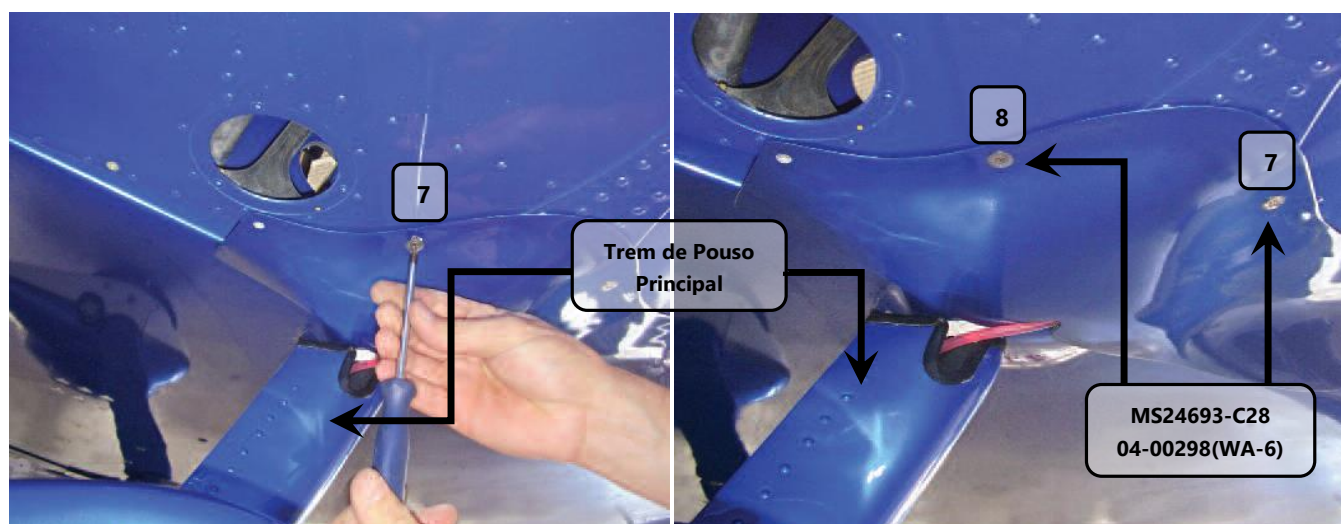

Figura 53.50.6 – Fixação inferior da saia superior da asa.
4. Instalar os parafusos MS24693-C28 e arruelas 04-00398(WA-6) numerados de 7 a 8 e mostrados na figura 53.50.6. Utilizar uma chave Philips de 6"x1/4".